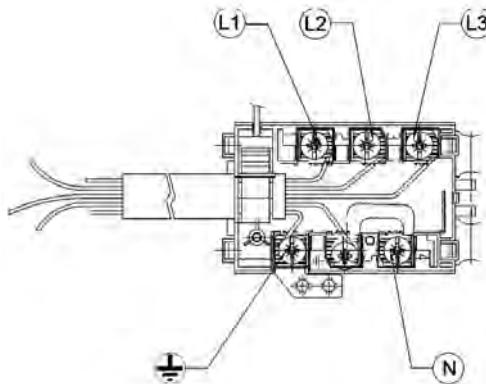

Рисунок 14.
Данная варочная поверхность имеет возможность подключения питания по трехфазной схеме (рисунок 14). Данное подключение должно
- C) Вставьте конец силового провода под зажим для его подключения (рисунок 14)
- D) Подсоедините провод, включая заземляющий контакт, к соответствующим клеммам (рисунок 14)